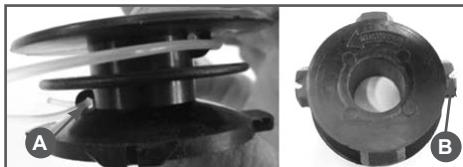

Рис.13 Установка крода
Извлеките катушку триммерной головки и очистите ее от остатков корда. Осмотрите детали головки на отсутствие повреждений. Поврежденные детали головки необходимо заменить. Отрежьте 2,5-3 метра корда, сложите его вдвое и выровняйте концы. Концы корда вставьте в специальные пазы в катушке (A) Рис.14. Намотайте корд плотно с натягом в канавку катушки. Направление намотки указано стрелкой на катушке. После намотки разрежьте петлю с кордом. Зафиксируйте временно концы корда в специальных пазах на катушке (B) Рис.13. Проденьте концы корда в отверстия на корпусе триммерной головки и установите катушку с кордом в корпус головки.
Освободите корд из пазов (B, Рис.13), для этого нажмите на катушку сверху и сильно потяните сначала один конец корда, затем другой.